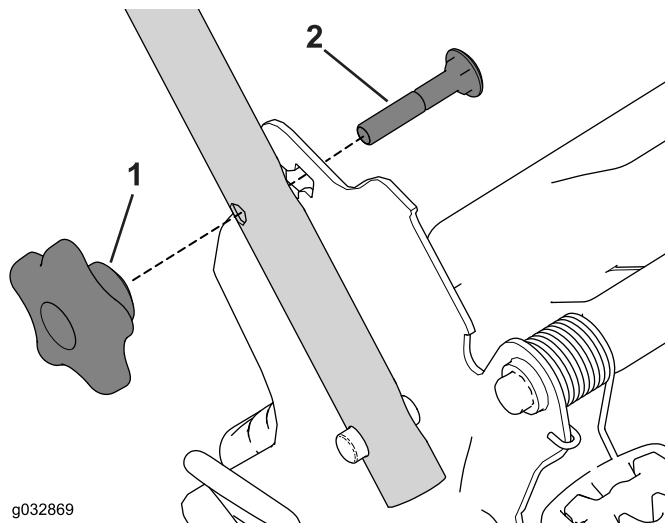

Рисунок 7
- Вставьте каретный болт (так, чтобы головка болта была направлена внутрь) сквозь верхнее или нижнее квадратное отверстие кронштейна рукоятки и в верхнее отверстие торцевой части рукоятки (Рисунок 7).